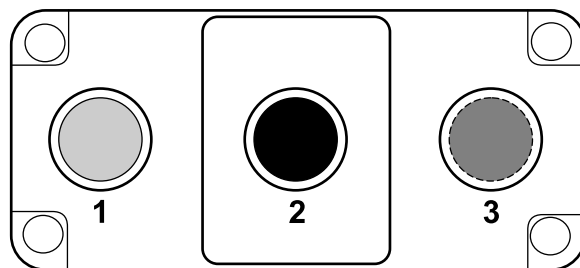
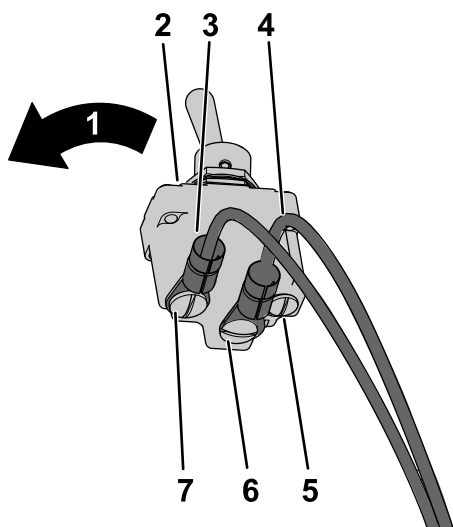

Рисунок 18
Рисунок 19
3. Определите расположение клемм переключателя, этикеток и цвет жгутов проводов (Рисунок 18).
Примечание: Переключатель нагружен пружиной, действующей в сторону его задней части (Рисунок 19). Клеммы переключателя 1 и 2 нормально разомкнуты (Рисунок 18).
4. Присоедините красный провод жгута проводов переключателя, обозначенный BYPASS ENGAGE SWITCH 2 (ПЕРЕКЛЮЧАТЕЛЬ ВКЛЮЧЕНИЯ ПЕРЕПУСКА 2), жгута проводов переключателя, к средней клемме № 2 переключателя перехода на ручное управление (Рисунок 18 и Рисунок 19).
5. Присоедините серый провод жгута проводов переключателя, обозначенный BYPASS ENGAGE SWITCH 1 (ПЕРЕКЛЮЧАТЕЛЬ ВКЛЮЧЕНИЯ ПЕРЕПУСКА 1), к задней клемме № 1 переключателя перехода на ручное управление (Рисунок 18 и Рисунок 19).